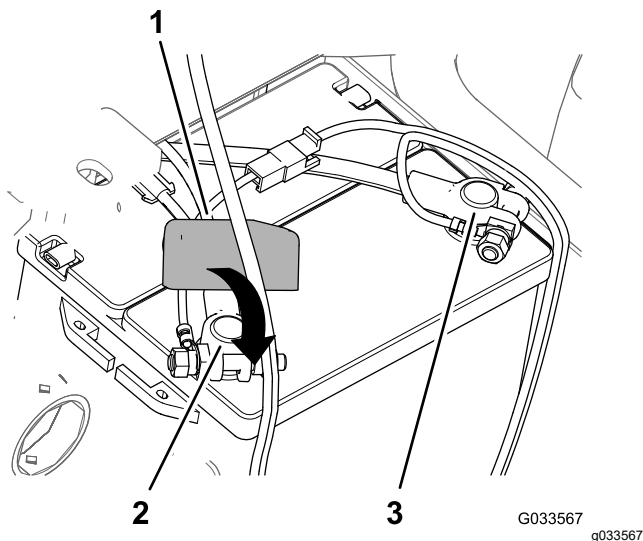

Figura 30
8. Asamblai cablul pozitiv al bateriei la suportul **pozitiv** al bateriei i strângei manual piulița de strângere (Figura 30).